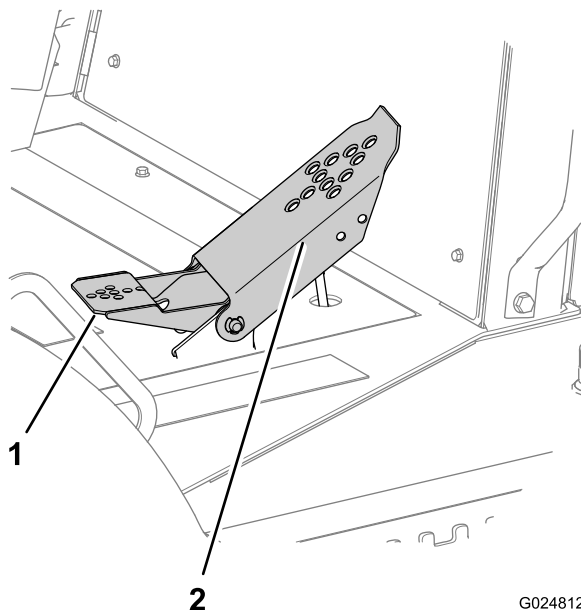

Figure 40
- Appuyez sur le haut de la pédale pour vous déplacer en marche avant (Figure 40).
- Appuyez sur le bas de la pédale pour vous déplacer en marche arrière (Figure 40).
- Pour réduire la vitesse ou arrêter la machine, rapprochez la pédale de la position neutre (Figure 40).